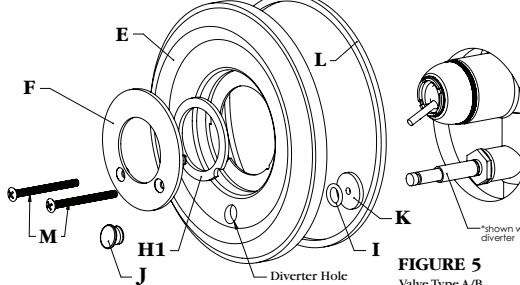
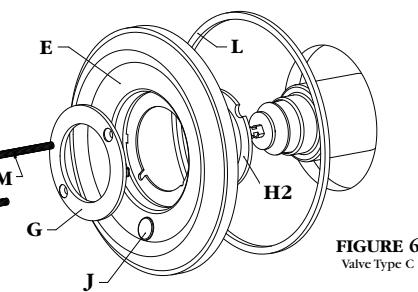

FIGURE 5
FIGURE 6
- Locate the faceplate (E).
If the valve uses a diverter, remove the "O" Ring (L) on the back of the face plate and remove the diverter plug (J) (Fig. 5). Using the smaller foam insert (K), remove the backing paper and adhere to the back of the faceplate (E) where the diverter will pass through.
Valve Types A & B use the same faceplate insert (F) (Fig. 5)
Valve Type C uses the faceplate insert (G) with the larger inner opening (Fig. 6).
- Localice la placa frontal (E). Si la válvula tiene un desviador, retire el anillo "O" (L) en la parte posterior de la placa frontal y retire el tapón del desviador (J) (Fig. 5). Utilice la inserción de espuma más pequeña (K), retire el papel trasero y adhiéralo a la parte trasera de la placa frontal (E) por donde el desviador atraviesa. Si no se utiliza el desviador, no quite el tapón del desviador y el anillo "O", la espuma para el desviador no será necesario y proceda con el paso 4.
La Válvulas Tipo s A y B, utilizan la misma inserción para la placa frontal (F) (Fig. 5). La Válvula Tipo C utiliza la inserción de la placa frontal (G) cuya apertura anterior es más grande (Fig. 6). Use la inserción de espuma (H1 o H2) incluida (atención: hay dos de diferentes tamaños), retire el papel trasero y adhiera a la parte trasera de la placa frontal correcta. Presione la inserción de la placa frontal (F o G) en la placa frontal (E). Presione firmemente. **Atención:** Las pestanas de la inserción de la placa frontal se alinearán con las ranuras en la placa frontal.